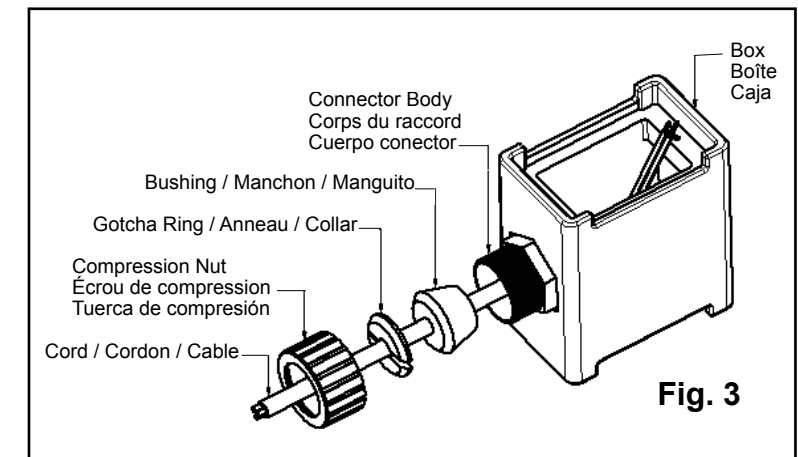

Fig. 3
- Unscrew the Compression Nut (see Fig. 3). Select the appropriate Bushing and Gotcha (split) ring for the cable size to be installed if more than one is provided.
- Insert the following onto the cable; Compression Nut, Gotcha Ring and Bushing. Insert 6 inches (150 mm) of cable through the Connector Body and into Box as shown in Fig. 3.
- Desserrer l'écrou de compression (consulter la Fig. 3). Choisir le manchon et l'anneau fendu Gotcha appropriés selon le format du câble à installer parmi les éléments offerts.
- Insérer ce qui suit dans le câble; l'écrou de compression, l'anneau Gotcha et le manchon. Introduire 150 mm de câble dans le corps du raccord et dans la boîte selon la Fig. 3.
- Desenroscar la tuerca de compresión (Ver Fig. 3). Seleccionar el manguito y el collar Gotcha (partido) para el calibre del cable a ser instalado si se suministra más de uno.
- Insertar lo siguiente en el cable; tuerca de compresión, collar y manguito. Insertar 150 mm de cable a través del cuerpo conector y en la caja como se muestra en la Fig. 3.